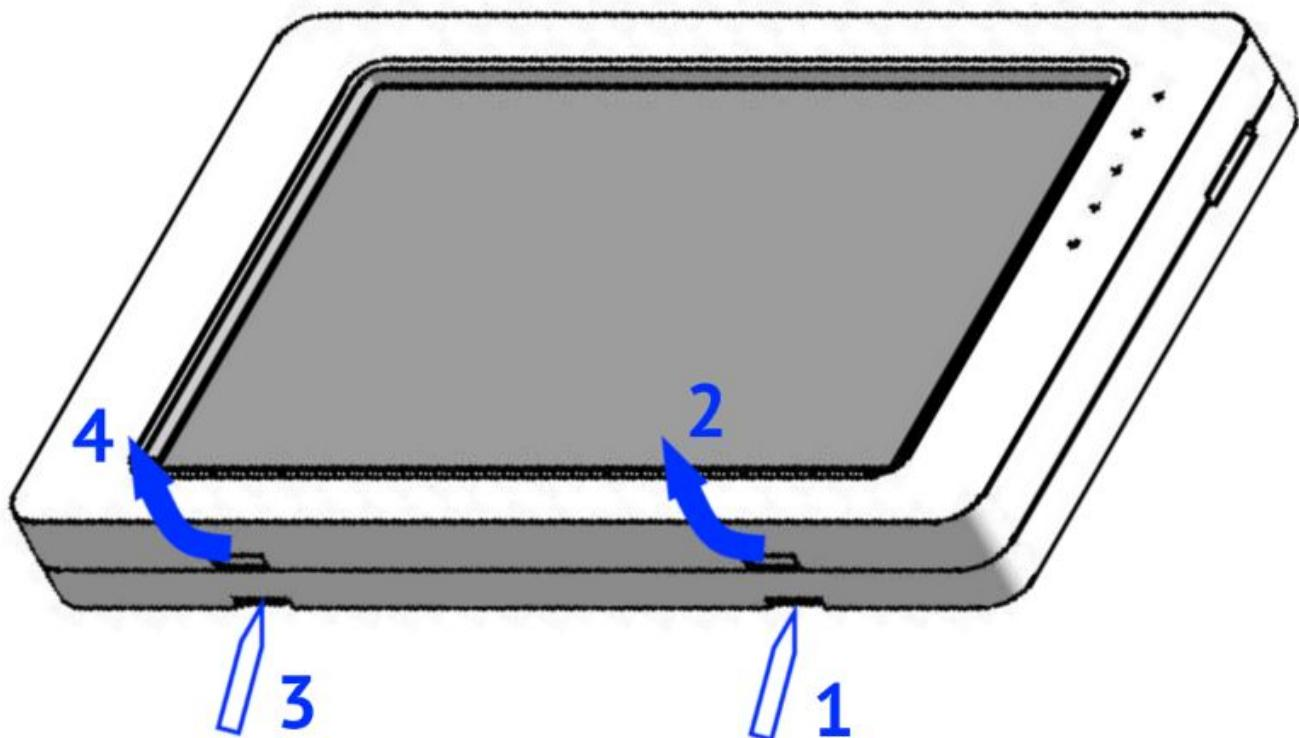

Рисунок 4. Раскрытие корпуса УИУ «Линд-15»
Для раскрытия корпуса (см. рисунок 4) необходимо придавить плоской отверткой на нижний фиксатор (1) и слегка потянуть лицевую часть корпуса (2) до освобождения фиксатора.